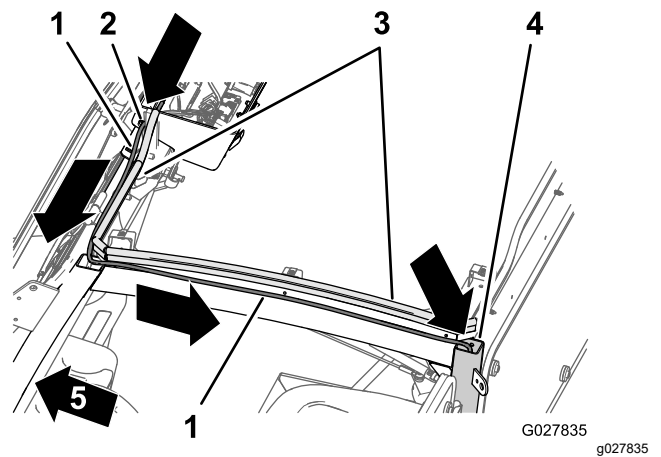

Figura 21
1. Posate il flessibile a sinistra della consolle sovrastante, lungo la guarnizione a bulbo, nella parte anteriore del telaio della cabina (Figura 21).
2. Portate il flessibile indietro, lungo il canale del telaio sinistro della cabina (Figura 21).